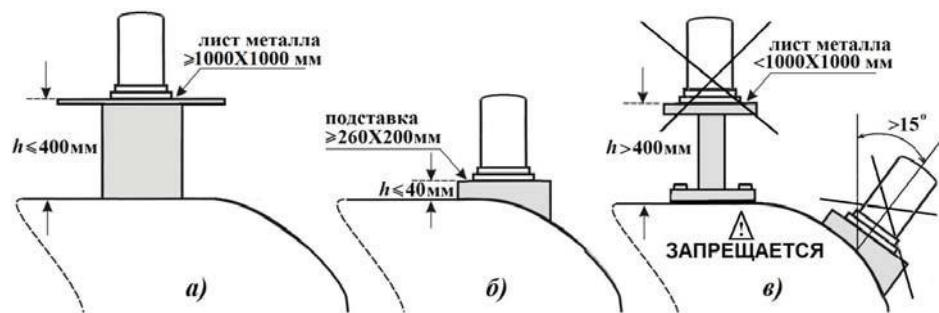

Рисунок 1
- установка антенны на металлической подставке с минимальными размерами основания 1000 мм x 1000 мм и высотой относительно горизонтальной поверхности крыши не более 400 мм (рис. 1а), а также установка антенны на металлической подставке, проверенной по периметру со всех сторон, с минимальными размерами основания 260 мм x 200 мм и высотой не более 40 мм относительно горизонтальной поверхности крыши (рис. 1б). Если проварка подставки производится только с двух или трех сторон, то минимальные размеры площадки необходимо увеличить до 300 мм x 400 мм, а разъемное соединение загерметизировать.
- установка антенны на высоте более 400 мм относительно поверхности крыши (рис. 1а) с обязательным контролем значения КСВ (не более 1,5).
- установка антенны под углом более 15° относительно вертикальной оси (рис. 1в);
- установка антенны на патрубке с фланцами (рис. 1в);